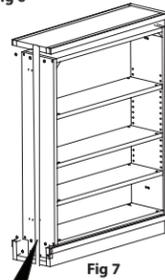

Fig 7
**Étape 6.** Enlever la bride de montage frontale. Voir la figure 7.